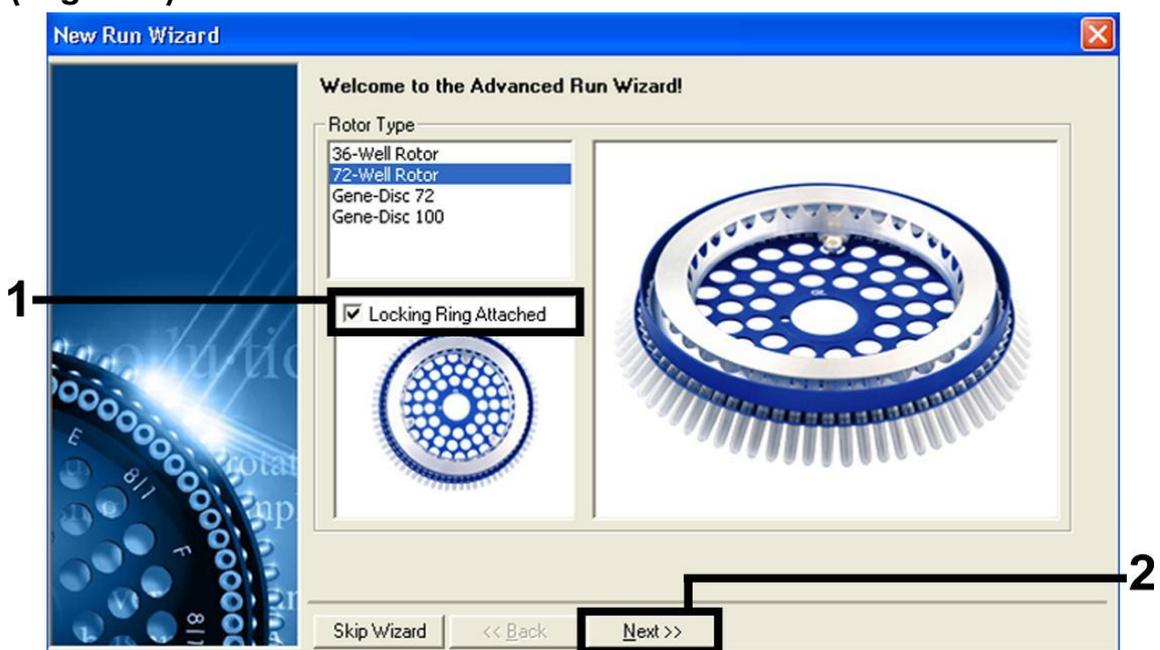

Figura 1. A caixa de diálogo “New Run Wizard”.
- Primeiro, começar por abrir a caixa de diálogo "New Run Wizard" (Assistente de novo ensaio) (figura 1). Marcar a caixa "Locking Ring Attached" (Anel bloqueador conectado) e clicar em "Next" (Seguinte).**